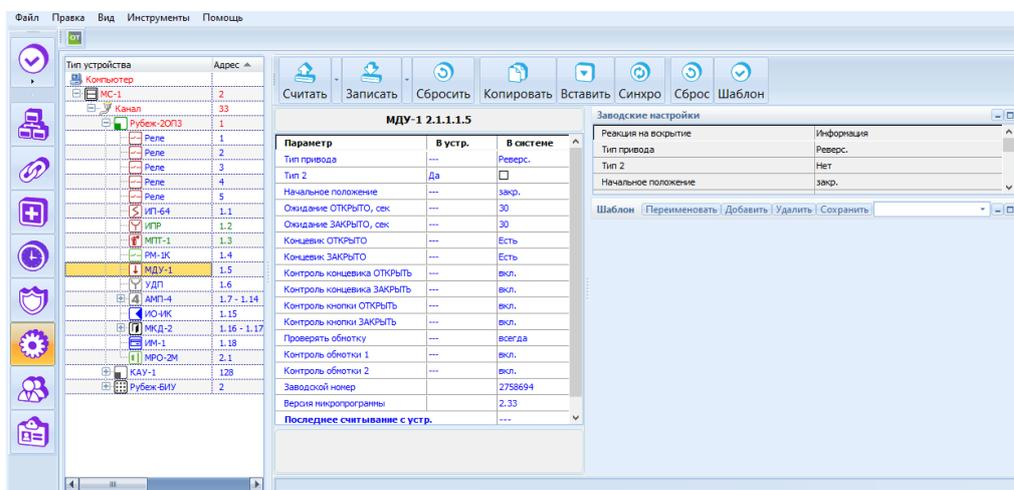

Рисунок 16.16 – Окно вкладки Конфигуратор, режим «Рабочая»
Окно вкладки **Конфигуратор** в режиме «Рабочая» аналогично окну вкладки **Конфигуратор** в режиме «Проект» (12), с тем отличием, что в режиме «Рабочая» есть возможность считывать и записывать параметры адресных устройств, а также сравнивать их и синхронизировать (рисунок 16.16).